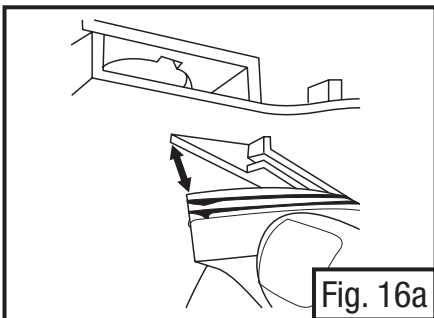
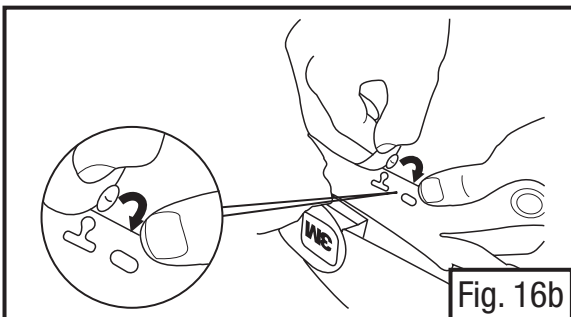

Fig. 16a
Fig. 16b
- Para instalar el sello de frente, jale el empaque negro y alinéelo con el casco de acuerdo con la Fig. 16a. **Nota:** El lado “brillante” del sello debe quedar mirando hacia usted (hacia fuera) conforme instala el sello. Presione el empaque con firmeza adentro de la ranura en pequeñas secciones. Ambos rebordes del empaque deben insertarse completamente en la ranura. Tome la lengüeta de tela con el fondo y doblada dentro del arnés. Conecte el fondo del sello de frente al arnés de cabeza (Fig. 16b).